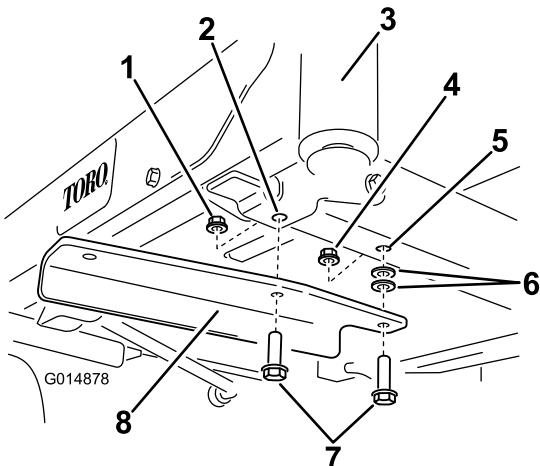

Figure 5
3. Fixez le support au bâti au moyen de deux boulons (3/8 x 1-1/4 pouces), deux rondelles et deux contre-écrous (3/8 pouce) (Figure 5). Un contre-écrou provient des pièces détachées et l'autre a été déposé précédemment et est réutilisé.